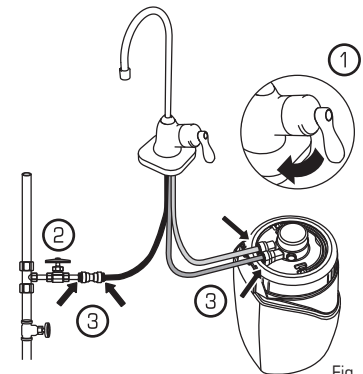

Fig. 25
7. **Abra** la llave eSpring. ① **Abra** la válvula de cierre del suministro de agua fría para empezar a correr el agua por el purificador de agua ② (Fig. 25).
8. **Cierre** la llave auxiliar eSpring y revise si hay señales de goteras en todas las conexiones de la manguera ③ (Fig. 25). Si encuentra goteras o burbujas, consulte la sección de Solución de problemas (pág. 7).
La manguera no se insertó lo suficiente.	- Remover la manguera, pág. 9, Fig. 32. - Marcar la manguera, pág. 5, Fig. 25. - Instalar la manguera, pág. 5, Fig. 27.